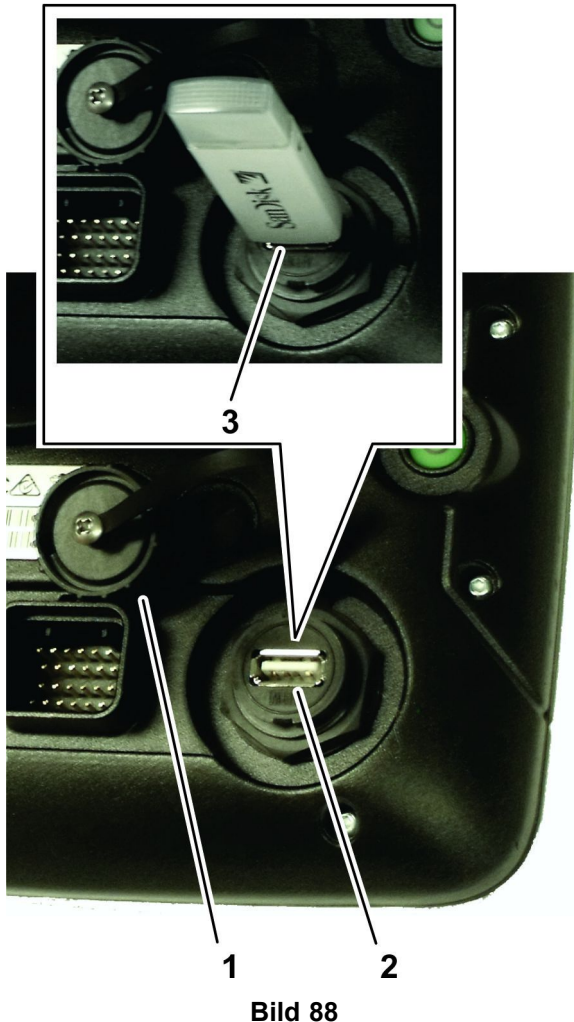

Bild 88
1. Entfernen Sie die Kappe für den USB-Anschluss, der sich unter der Stromtaste befindet (Bild 88).
2. Stecken Sie ein USB-Speichermedium in den USB-Anschluss ein (Bild 88).